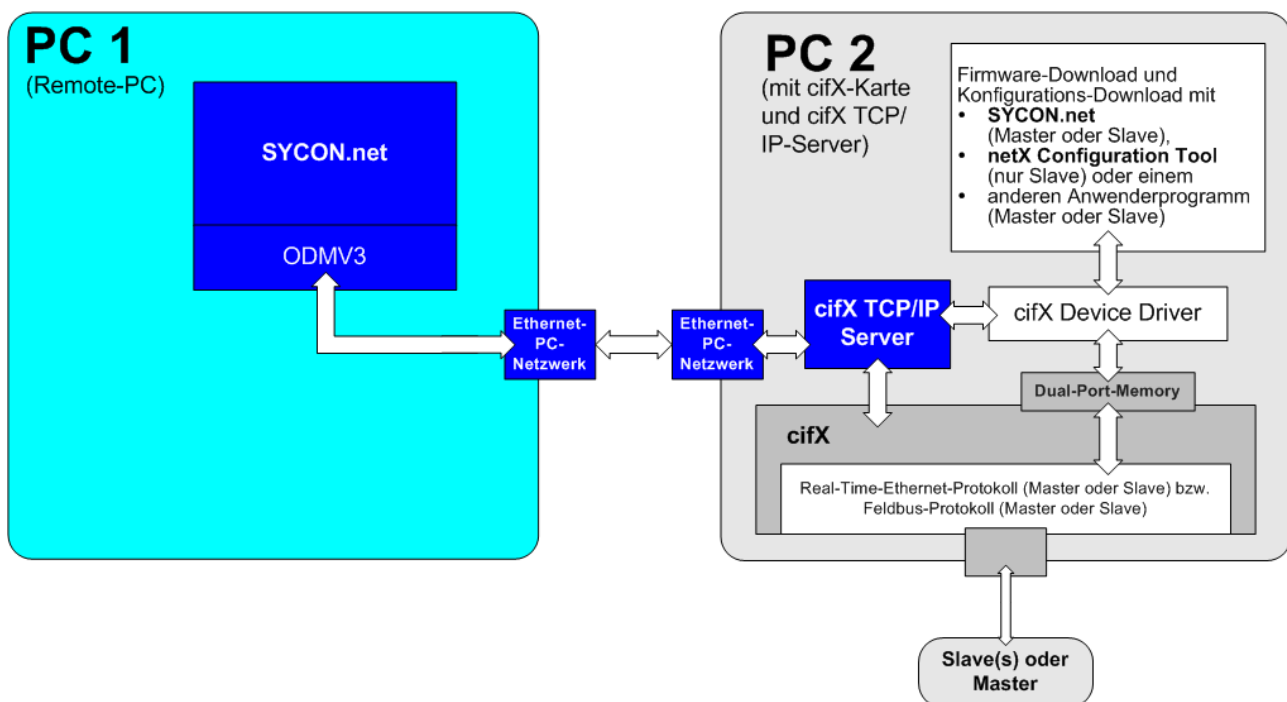

Abbildung 1: Systemübersicht cifX (Master oder Slave) mit Ferndiagnose über Ethernet
Die Systemübersicht in *Abbildung 1* zeigt welche Komponenten auf welchem PC installiert sein müssen und wie diese miteinander kommunizieren, damit die Diagnosefunktionen genutzt werden können.
Die *Abbildung 1* zeigt den Fall, dass die cifX-Karte in PC 1 als Master arbeitet mit mehreren angeschlossenen Slave-Geräten oder als Slave. Für die Ferndiagnose sind zusätzlich erforderlichen (blau eingezeichnet): cifX TCP/IP-Server auf PC 1, PC 2, **SYCON.net** mit ODMV3 auf PC 2, Ethernet-PC-Netzwerk von PC 1 zu PC 2.
1. Die in *Abbildung 1* auf Seite 10 dargestellte Verbindung ist ausschließlich für Diagnosezwecke nutzbar.
wie in *Abbildung 1* auf Seite 10 dargestellt.